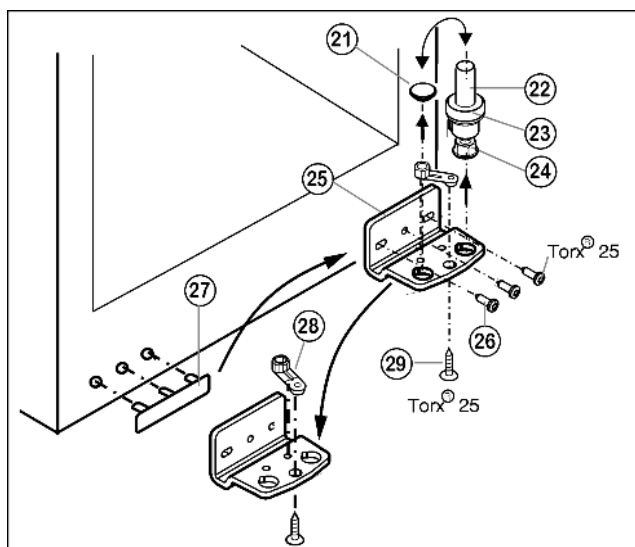

Fig. 6
- ▶ Trzpień zawiasu Fig. 6 (22) kompletny, z podkładką Fig. 6 (23) i nóżką Fig. 6 (24), wyciągnąć do góry.
- ▶ Unieść zatyczki Fig. 6 (21).
- ▶ Odkręcić Fig. 6 (25) płytkę zawiasu Fig. 6 (26).
- ▶ Odkręcić element zawiasu Fig. 6 (28) Fig. 6 (29), przełożyć do przeciwległego otworu zawiasu i tam dokręcić.
- ▶ Zdjąć i przełożyć osłonkę po stronie uchwytu Fig. 6 (27) na przeciwległą stronę.
- ▶ Przykręcić mocną płytkę zawiasu Fig. 6 (25) na nowej stronie (z siłą 4 Nm), w razie potrzeby za pomocą wkrętarki akumulatorowej.
- ▶ Zatyczki Fig. 6 (21) ponownie włożyć do innego otworu.
- ▶ Trzpień zawiasu Fig. 6 (22) kompletny, z podkładką i nóżką włożyć ponownie. Przy tym zwrócić uwagę, by krzywka zatrzaskowa wskazywała do tyłu.
- ▶ Założyć drzwi od góry na dolny sworzeń zawiasu Fig. 6 (22).
- ▶ Korzystając ew. z obu podłużnych otworów w dolnej płytce zawiasu Fig. 6 (25) ustawić drzwi w jednej linii z obudową urządzenia. W tym celu wykręcić środkową śrubę.